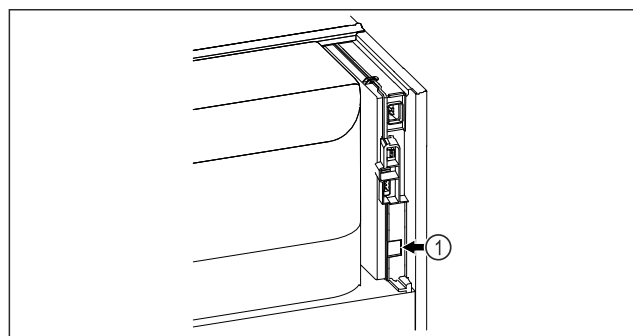

Fig. 146
- Se utiliza SmartModule Fig. 146 (1).